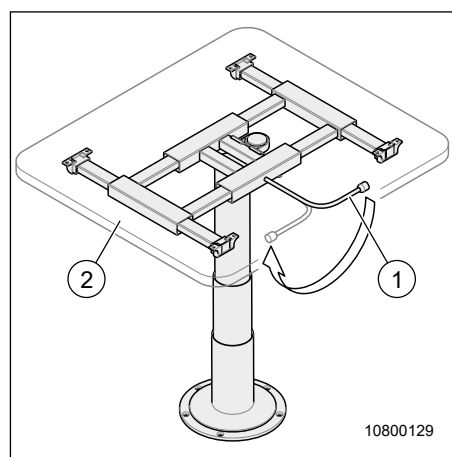

Fig. 53 Table escamotable
1. Tourner le levier de blocage (Fig. 53, pos. 1) dans le sens horaire
3. Bloquer la table avec le levier de blocage (Fig. 53, pos. 1).
1. Aligner le dessus de table (Fig. 53 à la page 62, pos 2) au milieu.
2. Tourner le levier de blocage (Fig. 53 à la page 62, pos 1) dans le sens horaire.
4. Bloquer la table avec le levier de blocage (Fig. 53 à la page 62, pos. 1).